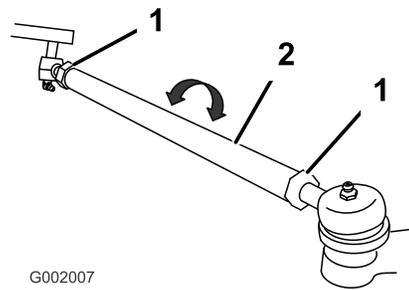

图 51
5. 如果测量值超出规定的范围应松开横拉杆两端的锁紧螺母图51。